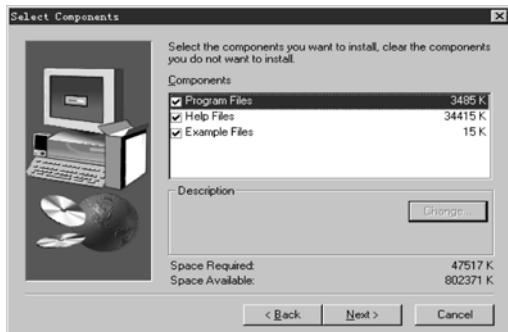

图 1.6 组件选择画面
5. 如选择 custom 选项，用户将进入“select Components”安装内容选择画面，如图 1.6 所示，选中您需要安装的组件（用鼠标左键单击之，与其相应的方块中即出现“√”，该组件即被选中，再次单击之，则被取消；QUICK II 默认全部组件都安装），设置完毕后：
- 若用鼠标左键单击(Back)按钮，则返回到前面一步安装画面，如图1.6所示。